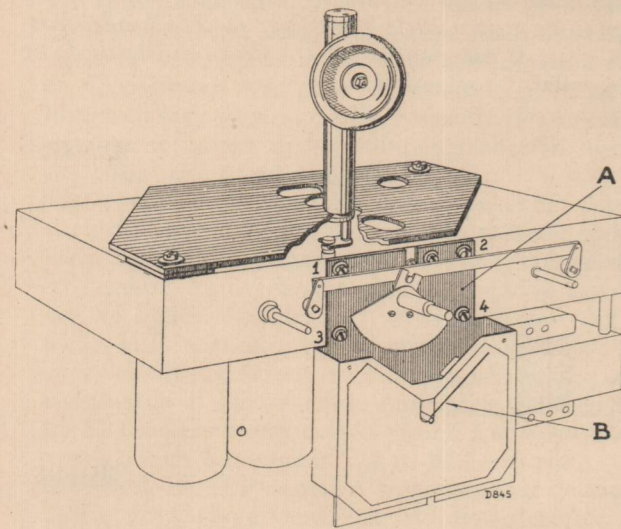

Fig. 5
3. Een instelplaat met insteltang (fig. 5).
- Aandrijfplaat (fig. 5 pos A) in de gemiddelde stand brengen.